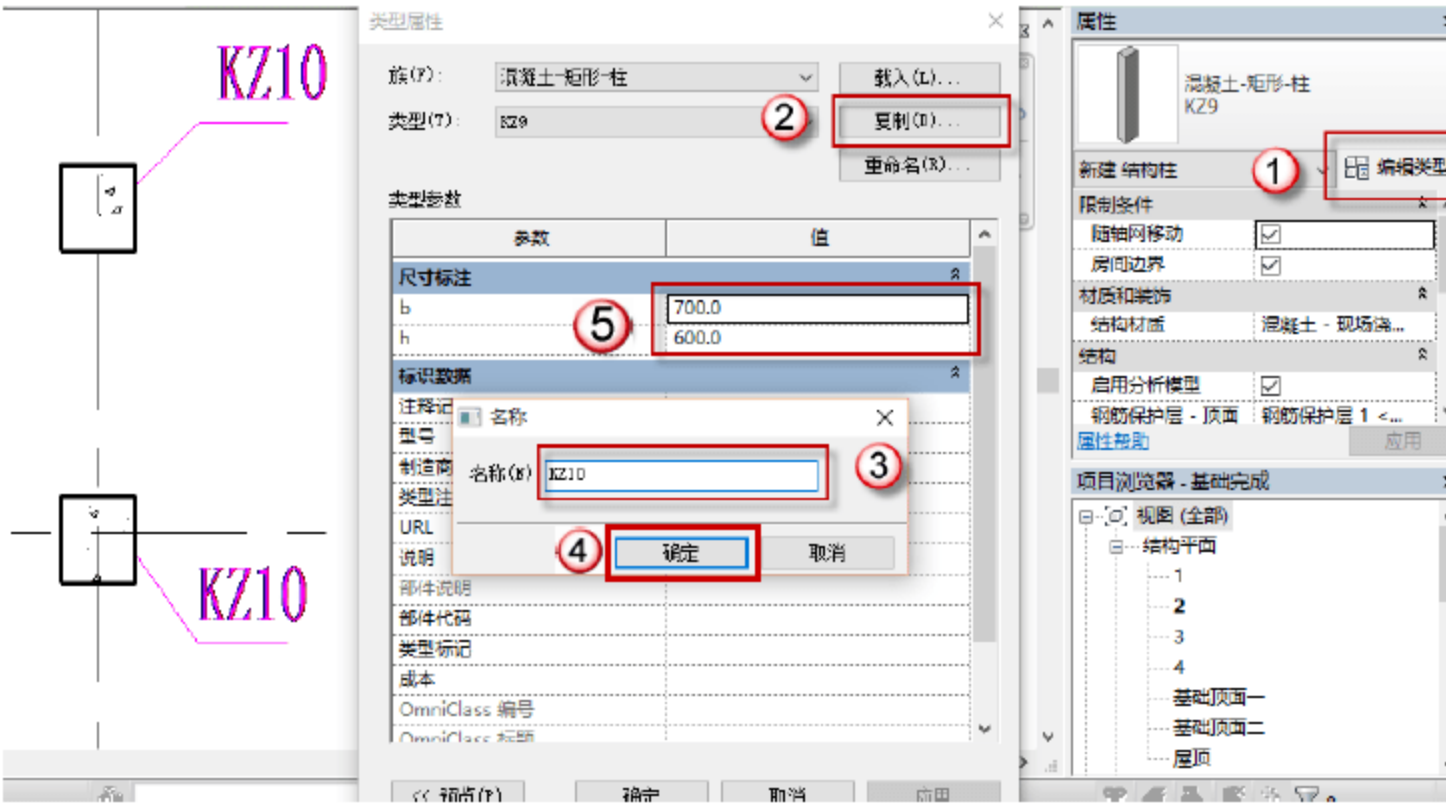

图 4.1.21 设置矩形框架柱 KZ10
(21) 设置矩形柱 KZ10 参数，按快捷键 C+L，出现绘制的界面，单击“编辑类型”按钮，在弹出的对话框中单击“复制”按钮，再在弹出的对话框中命名新的族 KZ10，单击“确定”按钮。在“尺寸标注”栏设置参数，如图 4.1.21 所示。